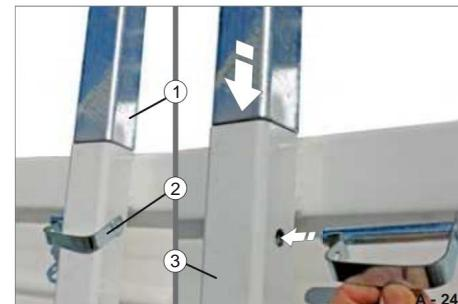

Fig. 178 Staffa di supporto fissata
- ÿ Se necessario, estrarre i perni elastici (Fig. 178/2) dai fori.
- ÿ Contemporaneamente inserire il telaio di supporto (Fig. 178/1) nei montanti (Fig. 178/3).